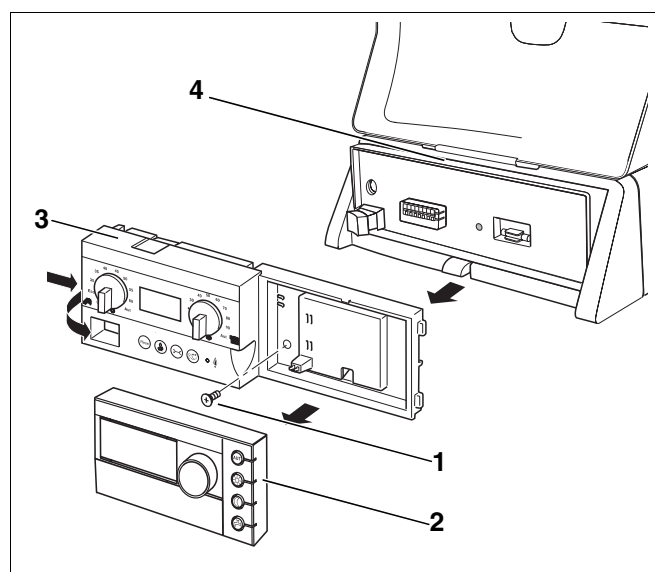

Fig. 5 Smontare RC30/BC10
Per sostituire il fusibile è necessario smontare il controller di base BC10 (fig. 5, **pos. 3**) dall'apparecchio di regolazione MC10 (fig. 5, **pos. 4**). Procedere come segue:
- Rimuovere l'unità di servizio RC30 (fig. 5, **pos. 2**) e allentare la vite di sicurezza (fig. 5, **pos. 1**, se presente).
- Premere le linguette di sbloccaggio del dispositivo di controllo base BC10 e rimuoverlo dalla piastra di fondo seguendo la direzione della freccia (fig. 5).